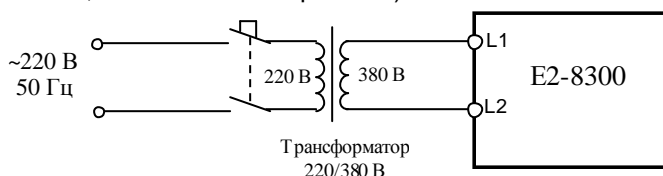

Рис. 4.8. Подключение ПЧ к электросети 1Ф ~220 В через трансформатор 220/380
4.9.1. Подключить преобразователь к электросети 3Ф ~380 В (или к сети 1Ф ~220 В через трансформатор 220/380 В, как показано на рис. 4.8).